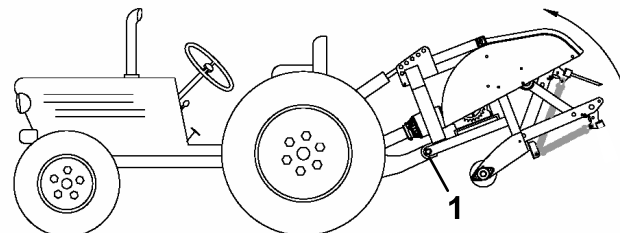

Рисунок 23
**Примечание:** Для предотвращения чрезмерного подъема подсоедините подъемные рычаги трактора к верхним отверстиям подъемного кронштейна, если они предусмотрены (Рисунок 23). Максимальный угол ВОМ - 35°.